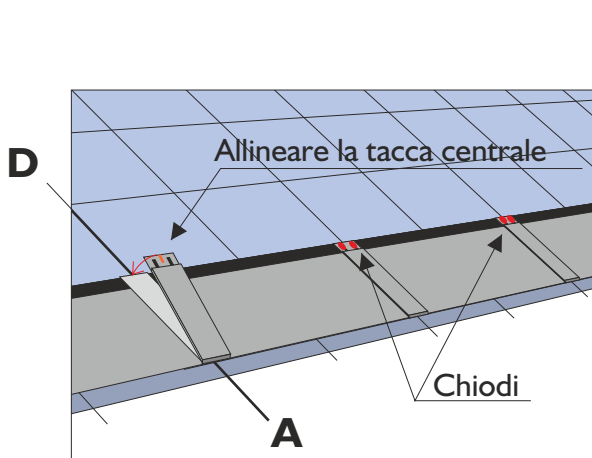

Fig. 8 - Applicazione del Ultimetal Clip
- Si inserisce il “Compact Clip” allineandone la tacca centrale sulla retta AD e lo si chioda negli appositi fori (fig. 8).